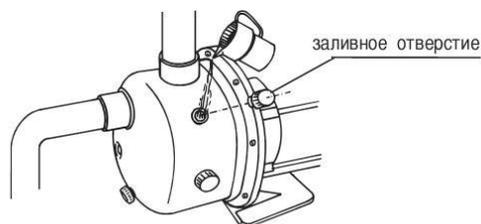

Рис. 6 Заполнение рабочей полости насоса жидкостью
Для смазки рабочих органов в начальный период пуска необходимо залить в электронасос через заливное отверстие перекачиваемую жидкость до заполнения рабочей полости. (Рис. 6)
- открутить пробку заливного отверстия (Рис. 6);